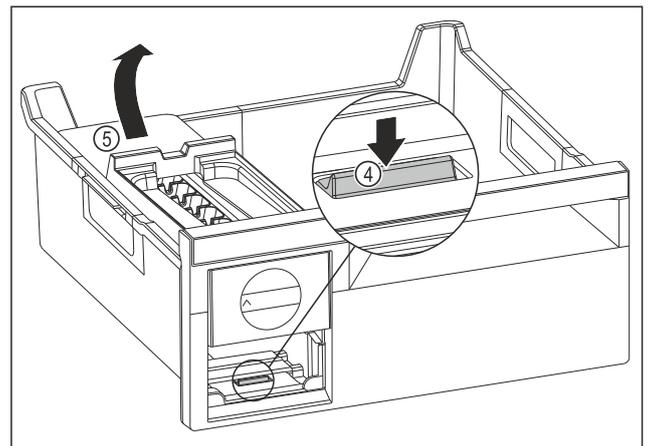

Fig. 87
- ▶ EasyTwist-Ice-Körper entnehmen: Lasche Fig. 87 (4) mit Finger nach unten drücken und gleichzeitig mit der anderen Hand den EasyTwist-Ice-Körper Fig. 87 (5) von hinten anheben.